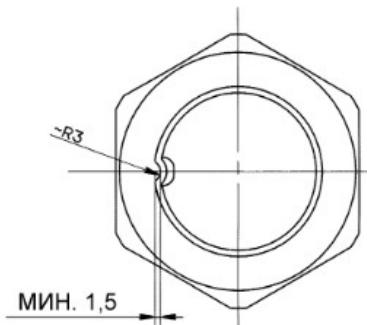

Рис. 6.21. Фиксация стопорной гайки
8. Выполнить протяжку гаек рулевых наконечников с моментом 6..8 кгс*м и гайки крепления сошки с моментом 31,6...33,7 кгс*м. Закернить стопорную гайку, как показано на Рис. 6.21.